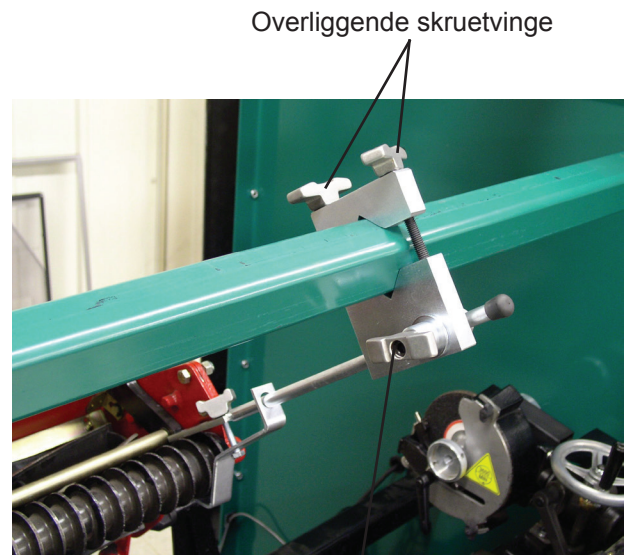
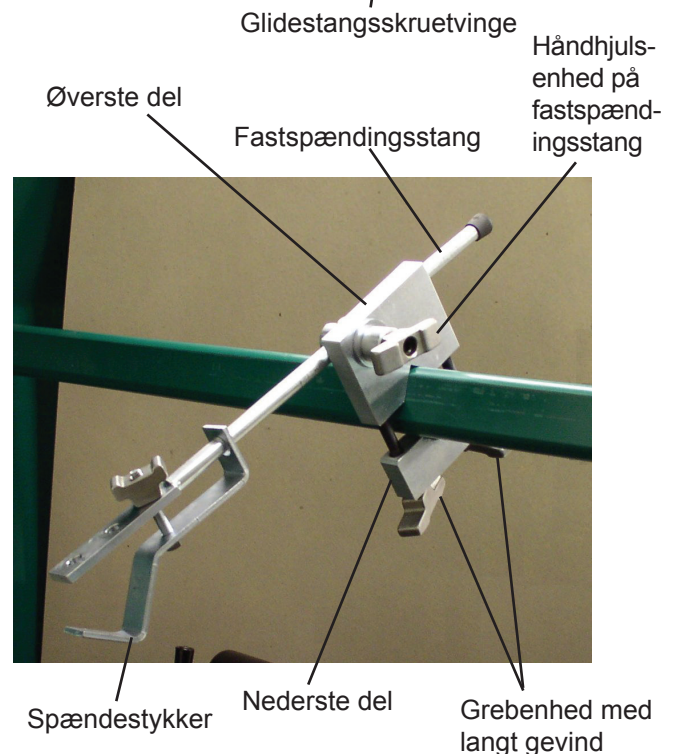
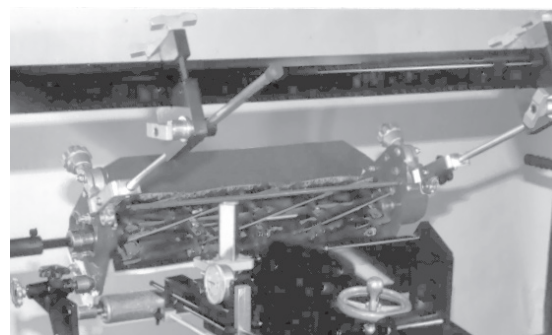

Fig. 30
Fig. 31
Fig. 32
Løsn de to (2) skru håndtag på hver overliggende skruetvinge, og flyt dem hen, hvor de overliggende fastspændingsstænger med eller uden spændestykker kan fastgøres til klipperenheden. Stram spændestykkerne på klipperen, og stram derefter de to (2) låsehåndtag på hver overliggende skruetvinge. Se fig. 30 og fig. 31. De overliggende skruetvinger kan monteres med fastspændingsstangen over krydsstangen som vist i fig. 31, eller de kan monteres med fastspændingsstangen under krydsstangen som vist i fig. 32. Det anbefales at montere dem under krydsstangen, når det er muligt.